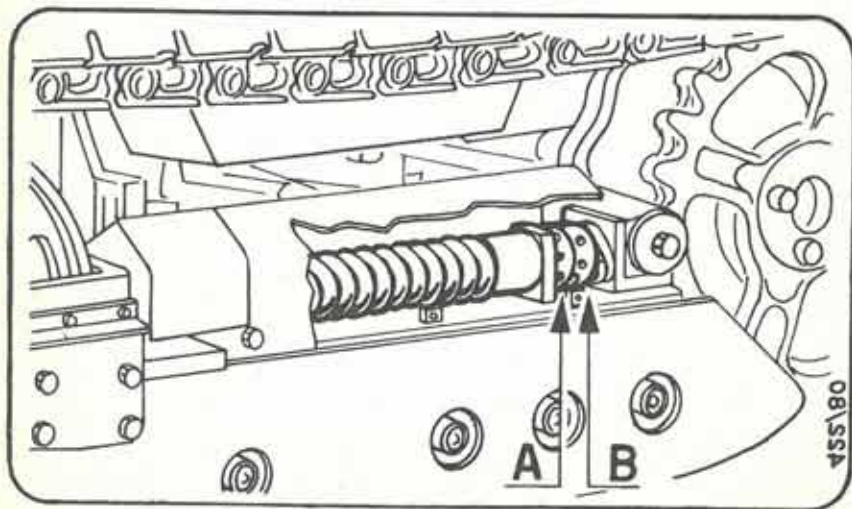

Fig. 27 - REGOLAZIONE TENSIONE DEI CINGOLI
2) Servendosi dell'apposita chiave in dotazione svitare la controghiera A) (fig. 27) e ruotare la ghiera B) fino ad ottenere la giusta tensione del cingolo.